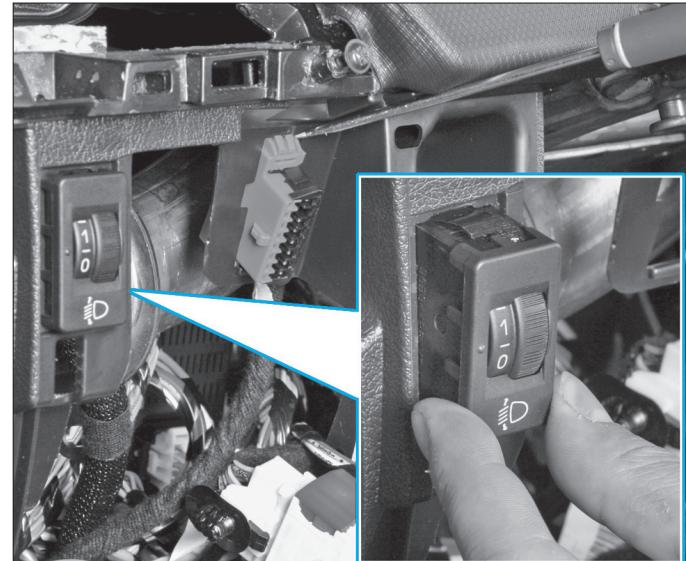

Fig. 52
- Déposer la commande de réglage de site des feux (selon équipement) ainsi que la prise diagnostic (Fig.52).